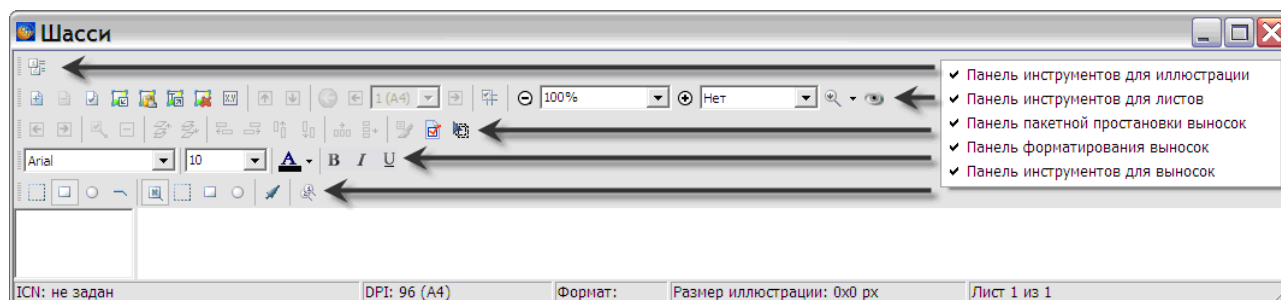

Рис. 5.113
Панели инструментов можно перемещать. Для этого необходимо «ухватиться» мышкой за линию раздела панелей и перемещать ее при нажатой левой кнопке мыши. На Рис. 5.113 показано расположение панелей инструментов одна под другой.
1. Выберите инструмент **Загрузить фоновое изображение**  на **Панели инструментов для листов** (Рис. 5.113).